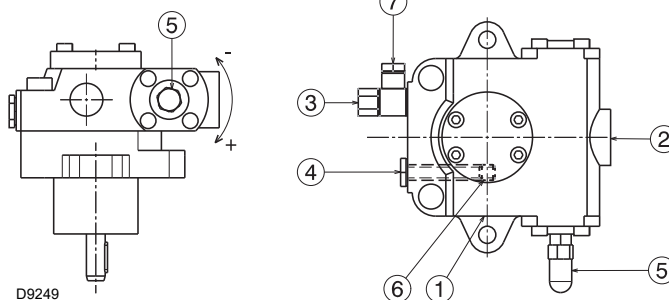

Fig. 24
Elles sont installées sur le brûleur avec le bypass fermé par la vis 6)(Fig. 24 à la page 28).
- Pour que la pompe (Fig. 24) puisse s'auto-amorcer, il est indispensable de desserrer la vis 4) afin de purger l'air contenu dans le tuyau d'aspiration.
#### Légende (Fig. 24)
L'opération ci-dessus est possible parce que la pompe quitte l'usine pleine de combustible. Si la pompe a été vidée, la remplir de combustible par le bouchon du vacuomètre 4)(Fig. 24 à la page 28) avant de la mettre en marche pour éviter des grippages.